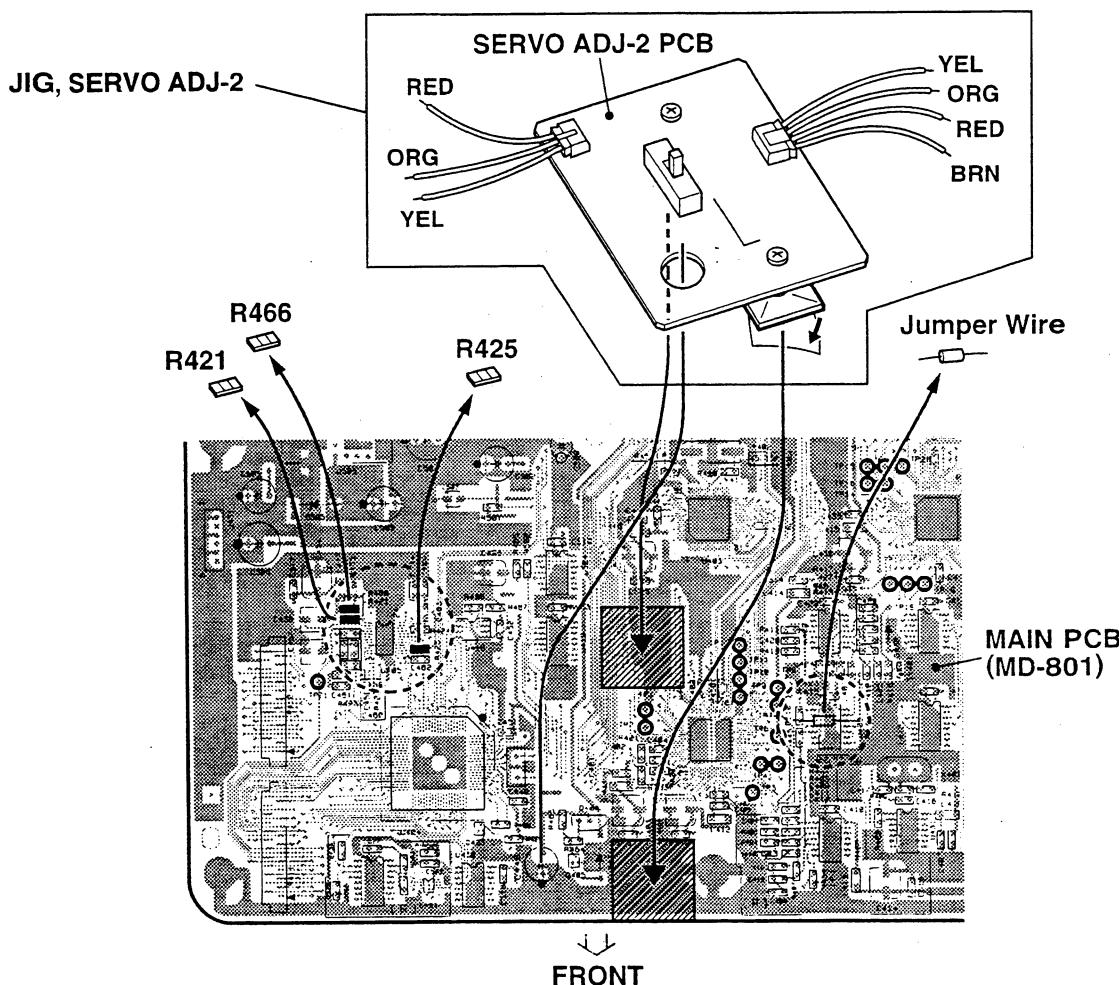

Fig. 4-1
1. Remove the R421, R425, R466 and the JUMPER WIRE from the MAIN PCB. (Refer to Fig. 4-1)
2. Attach the JIG, SERVO ADJ-2 (P/N : J00326210A) to the MAIN PCB. (Refer to Fig. 4-1 and Fig. 4-2)
1. MAIN PCB の R421, R425, R466 と JUMPER WIRE を取り外す。(図4-1参照)
2. 図4-1、4-2のように、MAIN PCB に JIG, SERVO ADJ-2 (P/N : J00326210A) を取り付ける。(JIG, SERVO ADJ-2の回路図については、図4-3を参照してください)